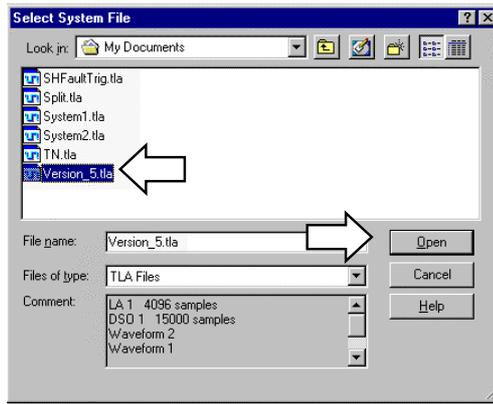

図 2-75 : [Select System File]ダイアログ・ボックスの設定
2. 図 2-75 の[Select System File]ファイル・ダイアログ・ボックスが現れるので、TLA システム・ファイルを選択し、<Open>ボタンをクリックします。